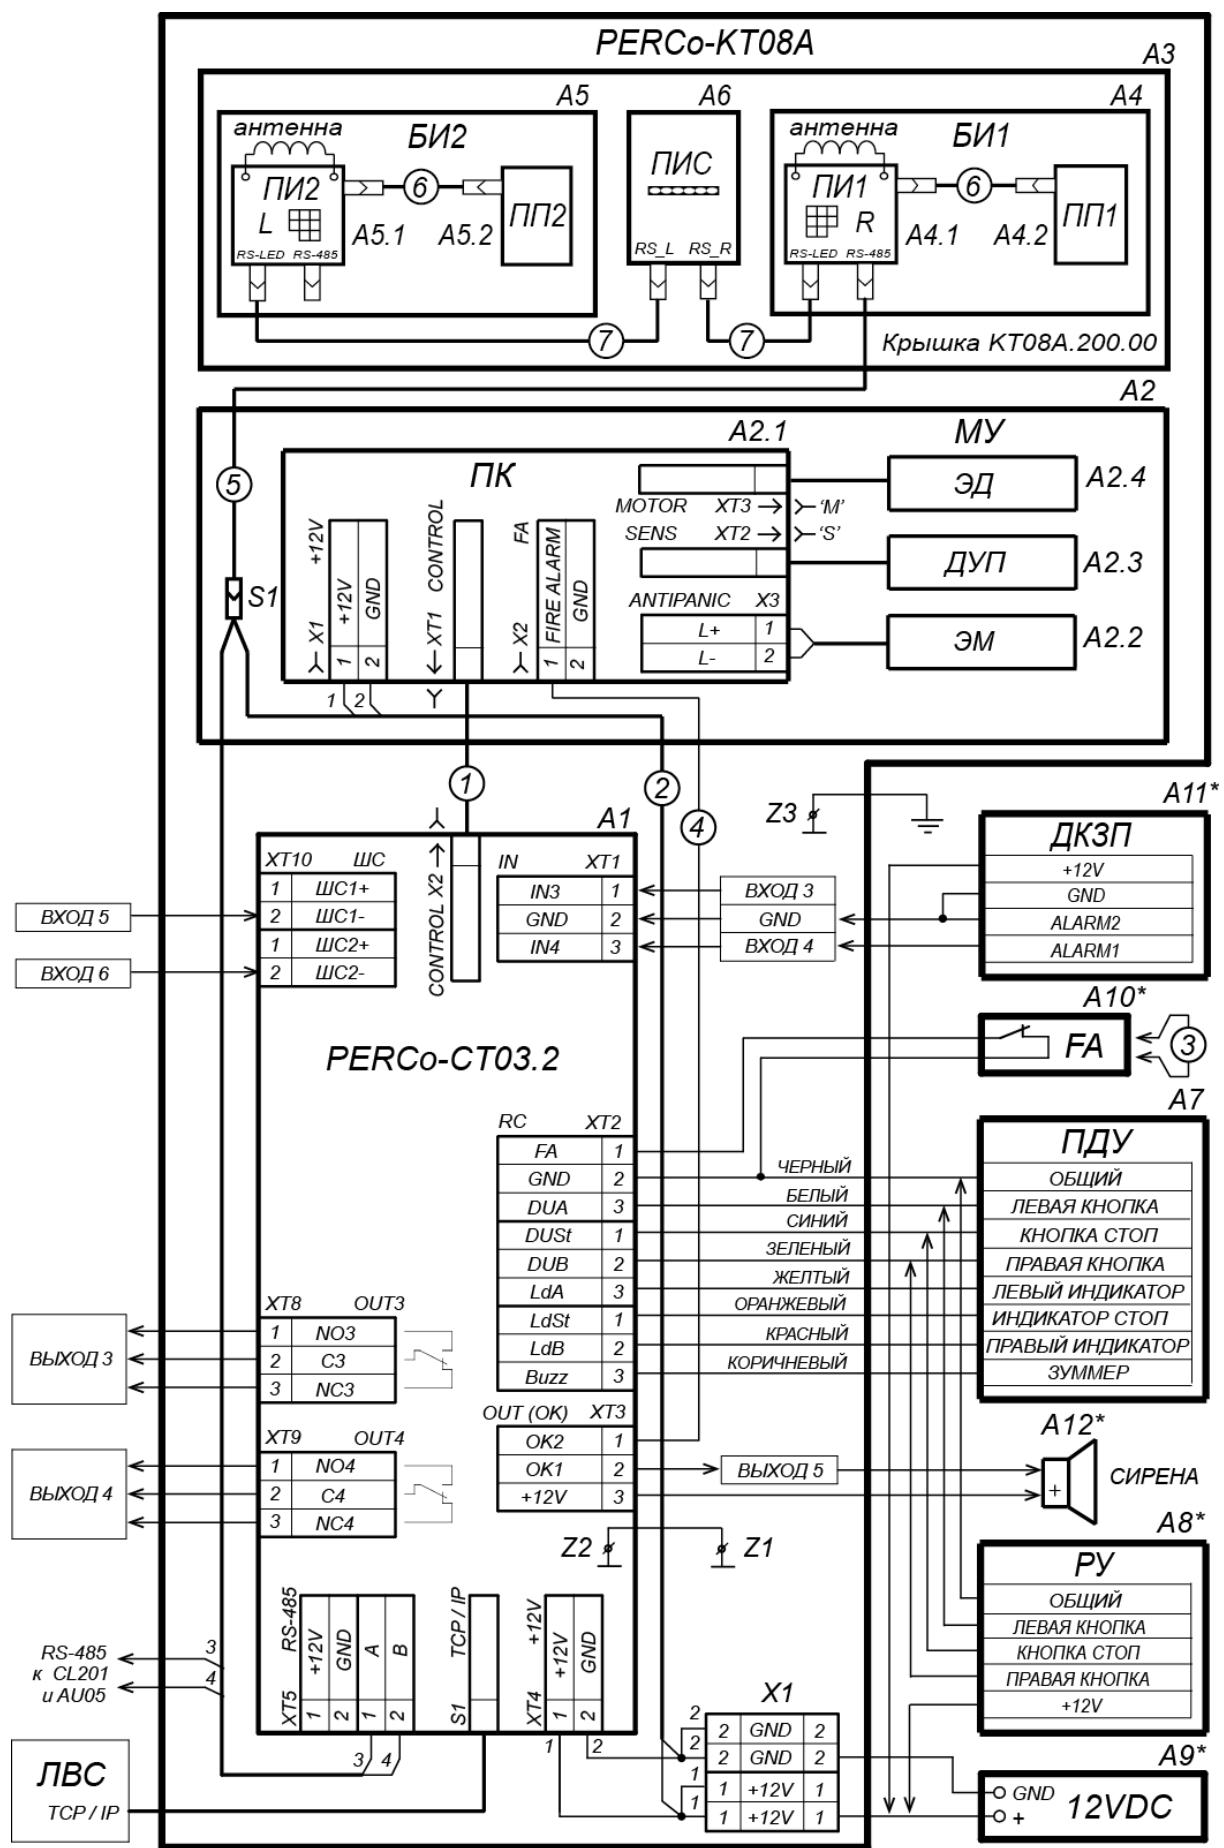

Рисунок 13. Схема подключения ЭП и дополнительного оборудования
Расположение клеммных колодок на плате контроллера ЭП показано на рис. 5, назначение контактов клеммных колодок указано в табл. 1. Схема подключения приведена на рис. 13. Используемые при подключении типы кабелей указаны в табл. 4. При монтаже придерживайтесь следующей последовательности действий:
10. Установите стойку ЭП на гильзы анкеров и закрепите ее болтами M10 (15) с помощью торцового ключа S17. При установке контролируйте вертикальность положения стойки с помощью уровня.
11. Установите заглушки (16) из комплекта поставки.
12. Согласно схеме, приведенной на рис. 13, произведите подключения: